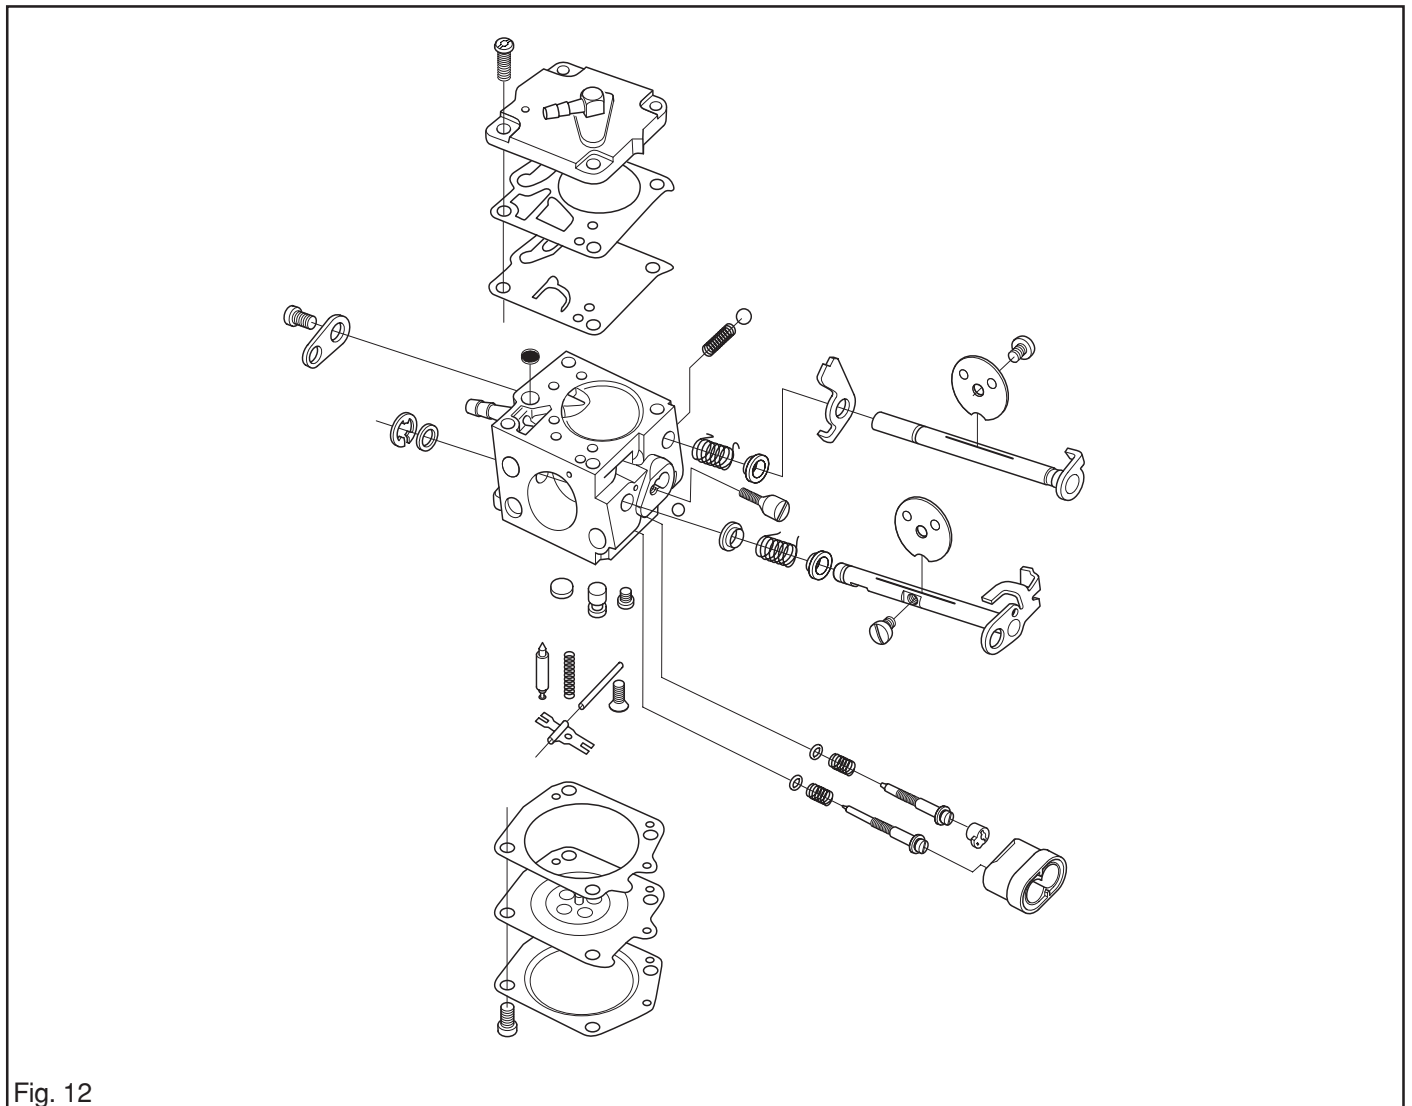

Fig. 12
11. Retirez les vis de vitesse lente et de vitesse élevée. Voir la fig. 12.
12. Si nécessaire, démontez la soupape d'étranglement et la soupape du starter et retirez les arbres avec les leviers et les ressorts. Voir la fig. 12.